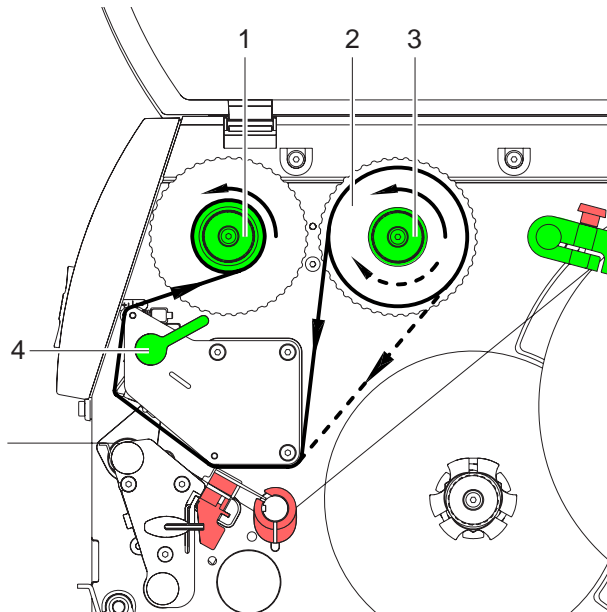

Abb. 10: Transferfolienlauf
2. Hebel (4) in Gegenuhrzeigerrichtung drehen, um den Druckkopf anzuheben.
3. Transferfolienrolle (2) so bis zum Anschlag auf den Abwickler (3) schieben, dass die Farbbeschichtung der Folie beim Abwickeln nach unten weist. Beim Abwickler (3) ist keine Rotationsrichtung vorgegeben.
4. Transferfolienrolle (2) festhalten und Drehknopf am Abwickler (3) gegen den Uhrzeigersinn drehen, bis die Transferfolienrolle fixiert ist.
5. Geeigneten Transferfolienkern auf den Transferfolienaufwickler (1) schieben und in gleicher Weise fixieren.
6. Transferfolie wie in Abb. 10 durch die Druckeinheit führen.
7. Transferfolienanfang mit einem Klebestreifen am Transferfolienkern (1) fixieren. Hierbei die Rotationsrichtung des Transferfolienaufwicklers entgegen dem Uhrzeigersinn beachten.
8. Transferfolienaufwickler (1) entgegen dem Uhrzeigersinn drehen, um den Transferfolienlauf zu glätten.
9. Hebel (4) in Uhrzeigerrichtung drehen, um den Druckkopf zu verriegeln.
1. Hebel (4, Abb. 10) in Gegenuhrzeigerrichtung drehen, um den Druckkopf anzuheben.